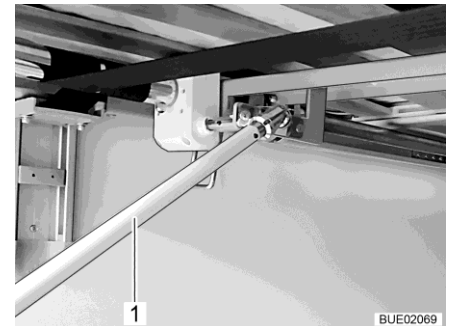

Bild 133 Vev i bakre lastutrymmet
- För att höja sängen: Vrid veven (Bild 133,1) medurs.
För att sänka sängen: Vrid veven (Bild 133,1) moturs.